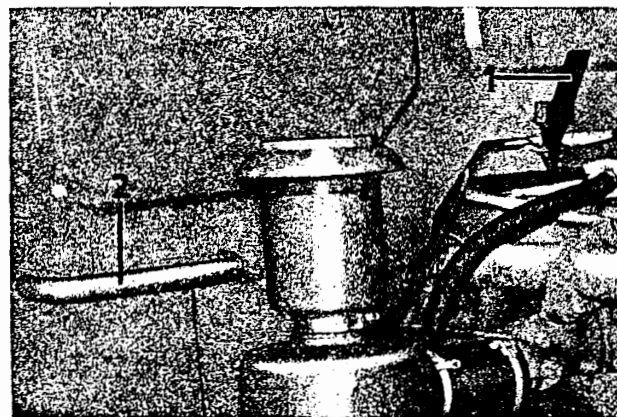

Bild Fa 4. Zweite Sicherung zur Fahrerhausverriegelung
2. Sperre – zweite Sicherung der Fahrerhausverriegelung – nach vorn drücken (Bild Fa 4/1), Fahrerhaus anheben und durch selbsteinrastende Stütze arretieren.